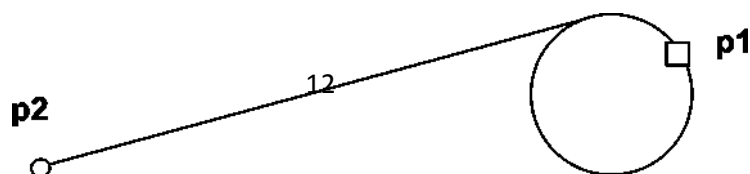

Рис. 1.11. - Построение отрезка, касательного к окружности
3) **Касательный отрезок через внешнюю точку**: а) указать графическим курсором кривую (точка **p1**), к которой должна быть проведена касательная прямая; б) указать графическим курсором точку **p2**, через которую проходит касательная прямая (рис. 1.11).